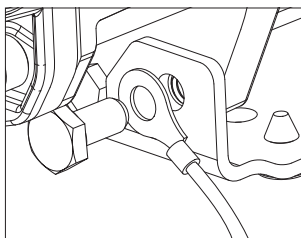

Figura 3
1. Quite uno de los tornillos de cabeza hexagonal de 1/4-20 x 1/2 pulg. e instale el terminal de anillo del cable de tierra (vea Figura 3).